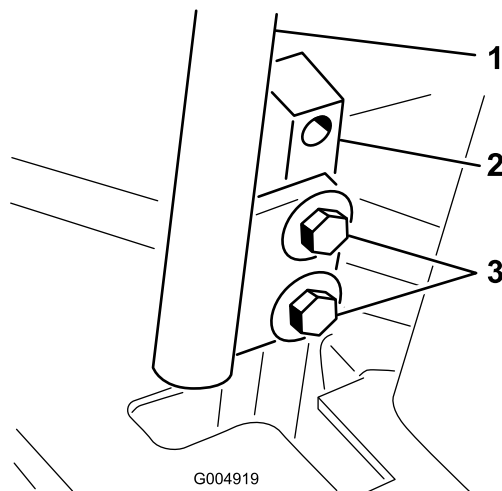

Figura 89
- Afloje los pernos que sujetan las palancas de control (Figura 89).